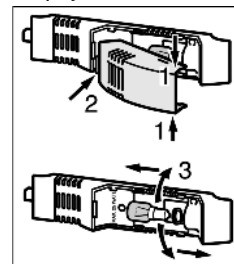

Fig. 18
- ▶ Kryt světla uchopte nahoře a dole Fig. 18 (1).
- ▶ Kryt světla vzadu uvolněte ze západek a vysaďte Fig. 18 (2).
- ▶ Vyměňte žárovku Fig. 18 (3).